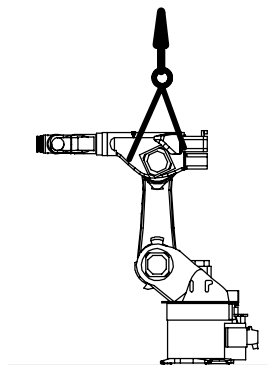

Fig. 94 Blocage du bras (schéma)
- (1.1) Amener l'épaule à la verticale et le bras - si cela est encore possible - à l'horizontale (Fig. 94).
- (1.2) Bloquer le bras de manière appropriée, par ex. avec un dispositif de levage ou une cale par le bas (Fig. 94).
- (4) Fixer l'entraînement de l'axe majeur A3 (5) avec quatre vis à six pans creux M12x30 (1) sans oublier les rondelles-frein.
- (5) Serrer en croix avec une clé dynamométrique les quatre vis à six pans creux (1) jusqu'à l'obtention du couple de serrage M_A prescrit en procédant par étapes ($M_A = 78 \text{ Nm}$).
- (6) Connecter les connecteurs XM3 et XP3 aux connecteurs femelles (3, 4).
- (7) Enlever le dispositif de levage (6).
- (8) Enlever le dispositif de levage ou la cale du robot (Fig. 94).
- (9) Le cas échéant, amener le robot en position de montage (voir le chapitre 7, "Mise en place, raccordement, échange").
- (10) Procéder au réglage du point zéro (voir manuel logiciel KR C4, chapitre "Mise en service", paragraphe "Calibration/Décalibration du robot").